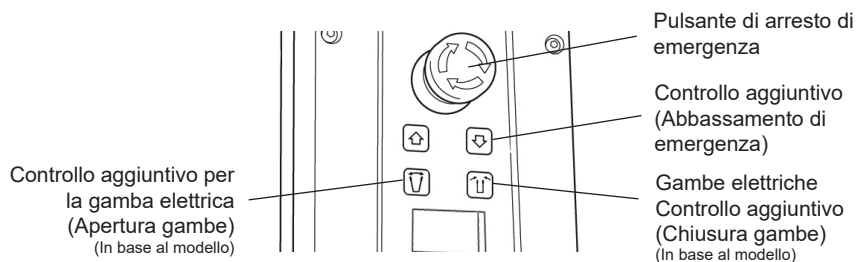

Fig. 8
6. Collegare la batteria all'unità di controllo e ruotare in senso orario il pulsante rosso di arresto di emergenza dell'unità di controllo per portarlo in posizione estratta (ATTIVO) (Fig. 8).